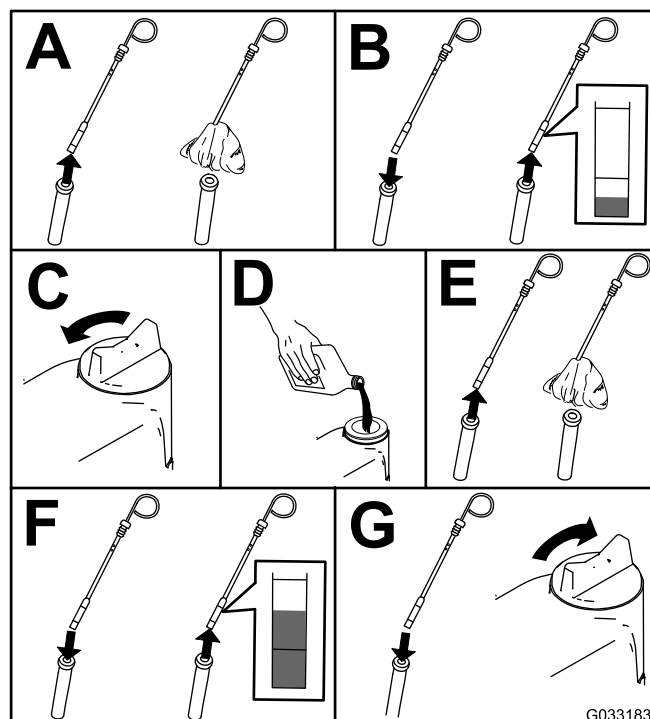

Рисунок 49
2. Проверьте уровень масла в двигателе (Рисунок 49).